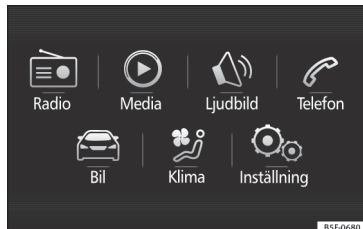

Bild 40 Easy Connect: Huvudmenyn
- Tryck på systemets **MENU**-knapp och sedan på funktionsknappen **Vehicle** » bild 40 eller systemets **CAR**-knapp för att gå till meny **Vehicle** (fordon) » bild 41.